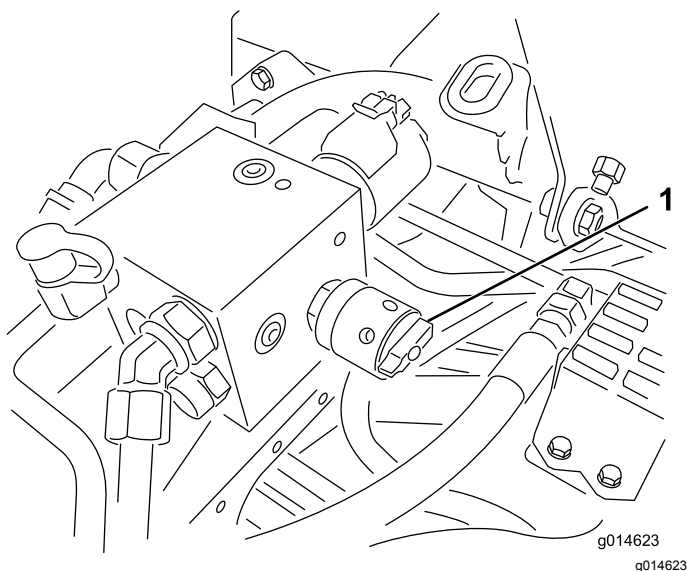

Figure 48
4. Pour régler la vitesse des cylindres, tournez le bouton (Figure 48) jusqu'à ce que la flèche soit en face du numéro correspondant au réglage voulu.